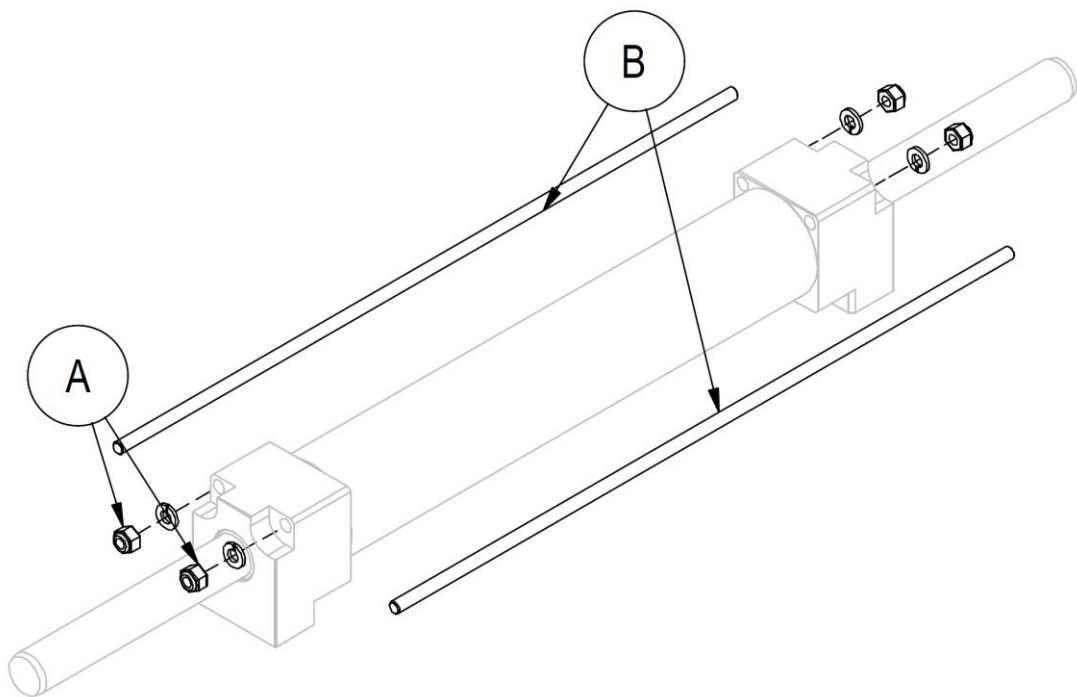

Abbildung 34
1. Entfernen Sie die Muttern **A** von einem Ende des Zylinders und ziehen Sie die **Spannstangen B** heraus (siehe *Abbildung 34*).